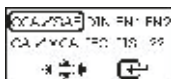

Fig.26
4. Una volta selezionato il tipo di batteria [WET] or [AGM], si potrà procedere come mostrato con l'inserimento dei dati (Fig.26):